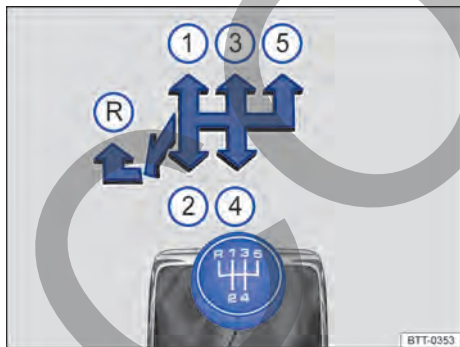

Fig. 89 Esquema de la transmisión manual de 5 marchas.
Las posiciones de cada una de las marcha están representadas en la palanca de cambios → **fig. 89**.
- Empujar la palanca de cambios totalmente hacia la izquierda y después hacia adelante hasta la posición de la marcha atrás → **fig. 89** .